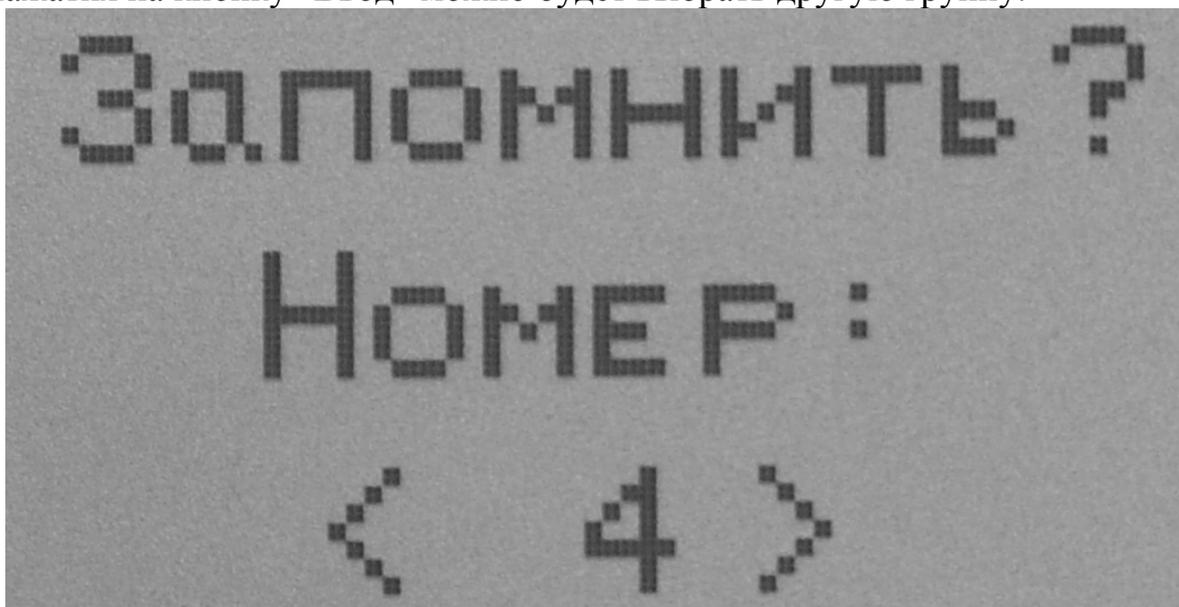

Рис. 6.6
6.2.8 ВНИМАНИЕ! Категорически запрещается во время измерения (при горящем светодиоде и видеограмме, рис. 6.6) отключать зажимы измерительного щупа от прибора или измеряемого сопротивления.
ВНИМАНИЕ! Запрещается во время измерения (при горящем светодиоде и видеограмме, рис. 6.6) отключать зажимы измерительного щупа от прибора или измеряемого сопротивления.
нажать кнопку "Ввод". На экране появится окно выбора номера записи в группе (см. рис. 6.6.). Если выбранная группа уже заполнена, прибор сообщит об этом и после нажатия на кнопку "Ввод" можно будет выбрать другую группу.
ВНИМАНИЕ! Категорически запрещается во время измерения (при горящем светодиоде и видеограмме, рис. 6.6) отключать зажимы измерительного щупа от прибора или измеряемого сопротивления.